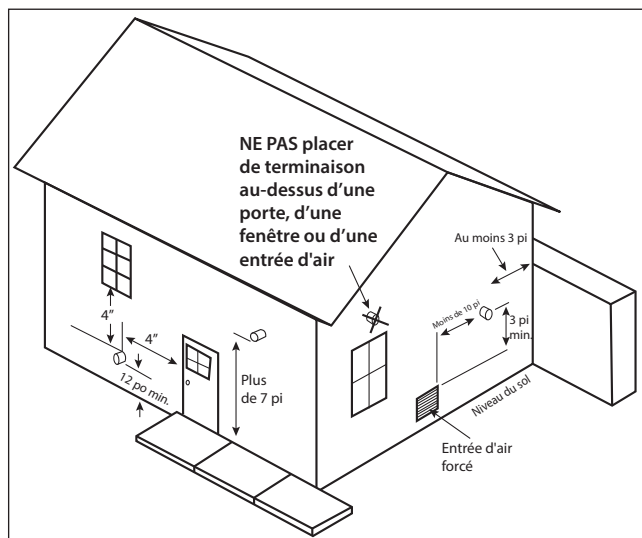

Fig. 16 - Dégagements des terminaisons de système de catégorie IV
5. La terminaison de l'évent doit aussi respecter les dégagements suivants ; comme illustré à la **Fig. 16 en page 25**.
5. La terminaison de l'évent doit aussi respecter les dégagements suivants, comme illustré à la *Fig. 16 en page 25*.